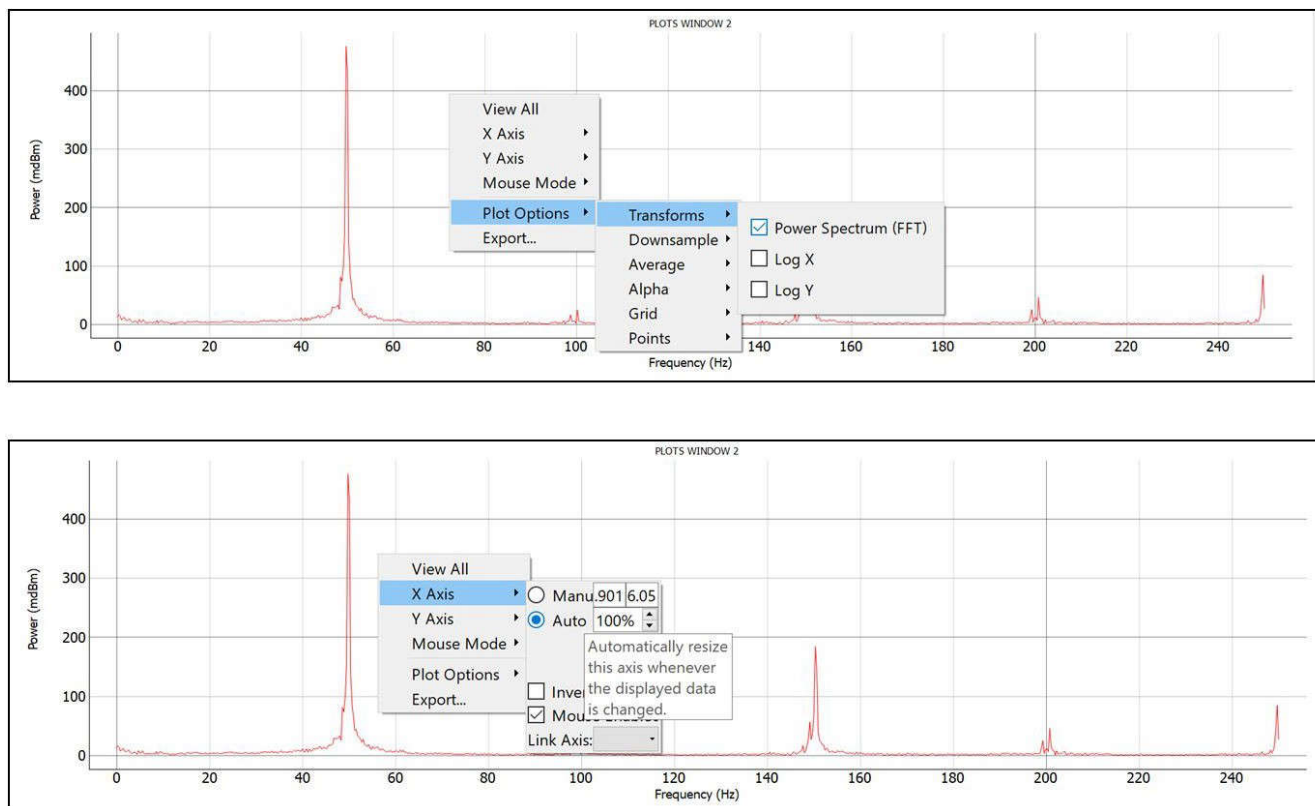

图 3-8. 图形中可用的控制项
- 绘图窗口：**图 3-8 显示了使用绘图控制项添加到相应图形中的所有信号的实时数据。默认情况下，时域数据显示在每个图形中，但通过右键点击图形并选择 *Plot Options >> Transforms >> Power Spectrum (FFT)* 可以绘制信号频谱的图形。要将图形从频域更改为时域，请取消选中 *Power Spectrum (FFT)*。添加新图形，将所有图形更改为时域。右键点击图形还会显示与轴相关的选项，例如自动缩放。自动缩放快捷键为 *A*。